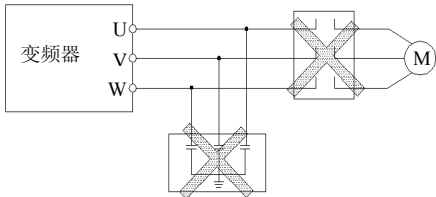

图 3-6 变频器与电机之间禁止使用接触器和吸收电容
- (1) 接线前，确保已完全切断电源 10 分钟以上，否则有触电危险。
- (2) 严禁将电源线与变频器的输出端 U、V、W 连接。
- (3) 变频器本身机内存在漏电流，为保证安全，变频器和电机必须安全接地，接地线的要求请参见 3.4.1 章节第 8 条。
- (4) 变频器出厂前已通过耐压试验，用户不可再对变频器进行耐压试验。
- (5) 变频器与电机之间不可加装吸收电容或其它阻容吸收装置；变频器与电机之间不建议加装电磁接触器，如确需加装接触器等开关器件时，必须确保变频器在无输出时通断操作，如图 3-6。
- (6) 为提供输入侧过电流保护和停电维护的方便，变频器应通过空气开关、接触器与电源相连。
- (7) 控制信号的接线应选用多芯绞合线或屏蔽线，屏蔽层一端悬空另一端与变频器的接地端子相连，接线长度小于 20m。